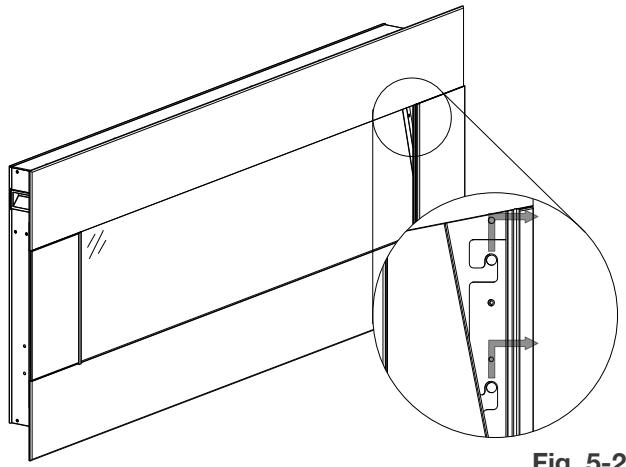

Fig. 5-2
- Soulevez la façade avant de l'appareil (**Fig. 5-2**).